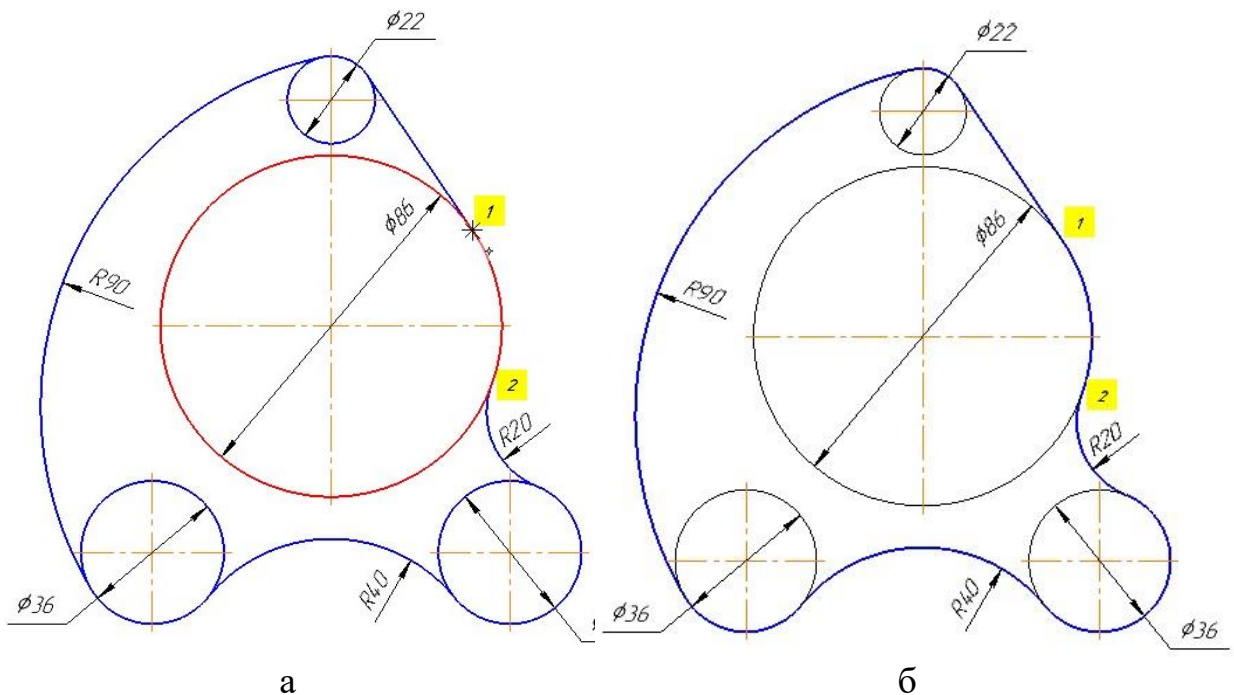

Рис. 2.8. Робота з командою *Разбить кривую*
2.4.1.1. Для цього натисніть кнопку *Разбить кривую*  на панелі *Правка*. Вкажіть курсором коло для розбиття, рис. 2.8а. На запит в області повідомлень *Укажите точку на разбиваемой кривой*, натисніть *ЛК* миші і вкажіть точку дотику 1 за допомогою прив'язки *Ближайшая точка*. Другу точку на кривій, що розбивається, вкажіть у точці дотику 2 за допомогою прив'язки *Ближайшая точка*. Натисніть кнопку *Завершить* .
2.4.1.2. Змініть стиль лінії внутрішньої частини кола з *Основная* на *Тонкая*, рис. 2.8б. Для цього виділіть внутрішню частину кола, двічі натиснув *ЛК* миші на нього. На панелі параметрів розгорніть список стилів і виберіть стиль *Тонкая*. Натисніть кнопку *Создать объект* .
2.4.2. Змініть основну лінію внутрішньої частини кола діаметром 22 мм на тонку лінію, рис. 2.8б. Для цього розбийте дугу кола на дві частини в точках дотику за допомогою команди *Разбить кривую* і змініть поточний стиль лінії внутрішньої дуги з *Основная* на *Тонкая*.
2.4.3. Змініть основну лінію внутрішньої частини двох кіл діаметром 36 мм на тонку лінію аналогічно п.п. 2.4.1.1, 2.4.1.2, рис. 2.8б.